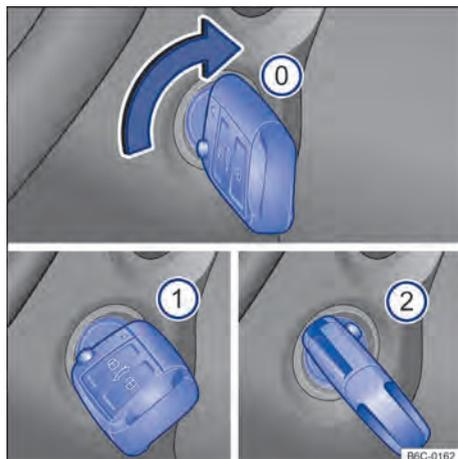

Fig. 87 Ao lado do volante, à direita: posições da chave do veículo no cilindro da ignição.
Posições da chave do veículo → Fig. 87
- ① Ignição desligada. A chave do veículo pode ser retirada.
- ① Ignição ligada.
- ② Pisar no pedal do freio (*veículos com transmissão automática*), ou no pedal da embreagem (*veículos com transmissão manual*) e ligar o motor. Quando o motor pegar, soltar a chave da ignição. Ao soltar, a chave do veículo retorna à posição → Fig. 87 ①.
– *Veículos com cilindro da ignição:* girar a chave do veículo na posição → Fig. 87 ①. A ignição está ligada. Nesse instante a luz de controle do sistema de partida aquecida ∞ irá se acender no instrumento combinado. Aguardar que a luz de controle ∞ se apague indicando o término do aquecimento do combustível (esta ação poderá ser necessária em condições de partida com o motor frio).
– *Veículos com cilindro da ignição:* girar a chave do veículo no cilindro da ignição para a posição → Fig. 87 ② – não acelerar. Quando o motor começar a funcionar, soltar a chave do veículo no cilindro da ignição.
- *Veículos com cilindro da ignição*: girar a chave do veículo no cilindro da ignição na posição → Fig. 87 .